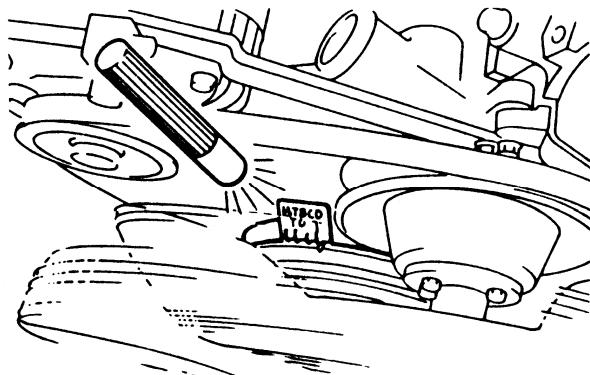

图 2-125 安装正时灯和转速表
(1) 检查和调整发动机怠速和一氧化碳浓度前，先使汽车冷却液温度升至 80~90℃，关闭点火开头关 (OFF)，变速器置于空档位置。
(2) 如图 2-125 所示，安装正时灯和转速表。